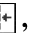

图1-9 单击“草绘视图”按钮
Step 11 单击“草绘视图”按钮 ，如图1-9所示，定向草绘平面与屏幕平行。